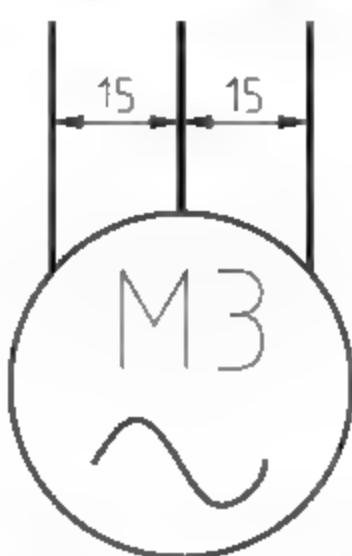

图6-102 修改图形
(4) 调用O【偏移】和EX【延伸】命令，修改图形如图6-102所示。